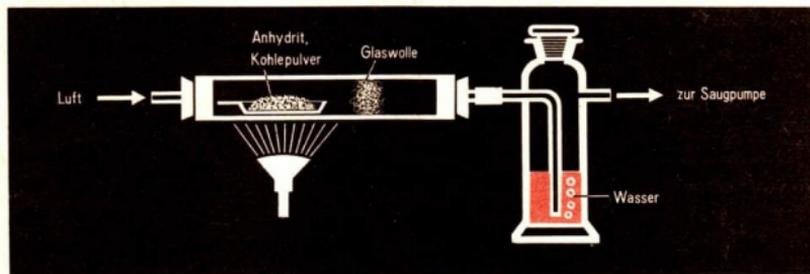

Abb. 42 Reduktion von Kalziumsulfat (Anhydrit)
- 33 ▼ Ein Gemisch von Kalziumsulfat und Aktivkohle wird im Luftstrom kräftig erhitzt und das entstehende gasförmige Reaktionsprodukt durch Wasser geleitet (Abb. 42). Nach dem Erkalten wird der Glührückstand mit Wasser übergossen und mit einem Indikator geprüft. ④